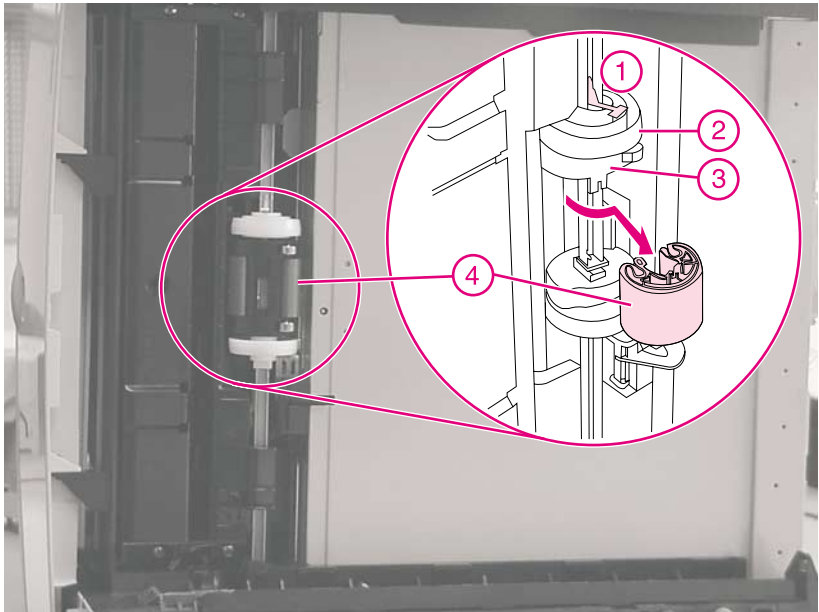

Abbildung 9 Entfernen der Einzugswalze für Fach 2 (Unterseite des Druckers)
- 3 Betätigen Sie den Arretierungshebel (Abbildung 9, Nummer 1) an der seitlichen weißen Nocke (Nummer 2), und schieben Sie die Nocke sowie die schwarze Führungsbuchse (Nummer 3) von der Walze (Nummer 4) weg.